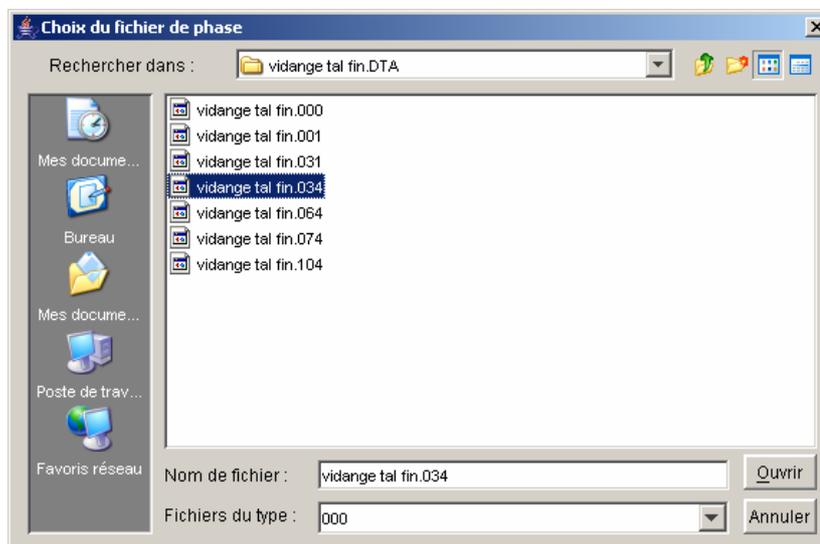

Figure 91 : choix du pas de calcul (step) pour l'importation des pressions interstitielles
- Le pas de calcul dont il souhaite importer les pressions interstitielles (Figure 91). Talren 4 propose automatiquement la liste des pas de calcul Plaxis v8 disponibles : l'utilisateur doit donc sélectionner un de ces pas de calcul.